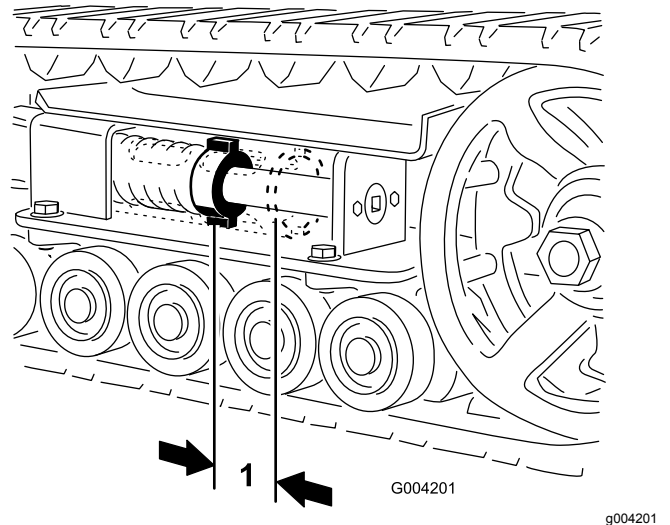

Figure 46
L'écrou de tension et l'arrière du tube de tension doivent être distants de 7 cm (Figure 46). Si ce n'est pas le cas, réglez la tension des chenilles comme suit :
- À l'aide d'un rochet de 1/2 pouce, tournez la vis de tension dans le sens antihoraire jusqu'à jusqu'à obtention d'un espacement de 7 cm entre l'écrou de tension et l'arrière du tube de tension (Figure 46).
- Tournez la vis de tension dans le sens antihoraire jusqu'à obtention d'un écartement de 7 cm entre l'écrou de tension et l'arrière du tube de tension (Figure 46).
18. Tournez la vis de tension dans le sens antihoraire jusqu'à obtention d'un écartement de 7 cm entre l'écrou de tension et l'arrière du tube de tension (Figure 46).